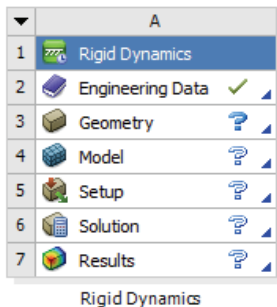

图 16-9 分析项目
2) 双击主界面 Toolbox 中的 Analysis System > Rigid Dynamics 选项，在项目管理区创建分析项目 A，如图 16-9 所示。